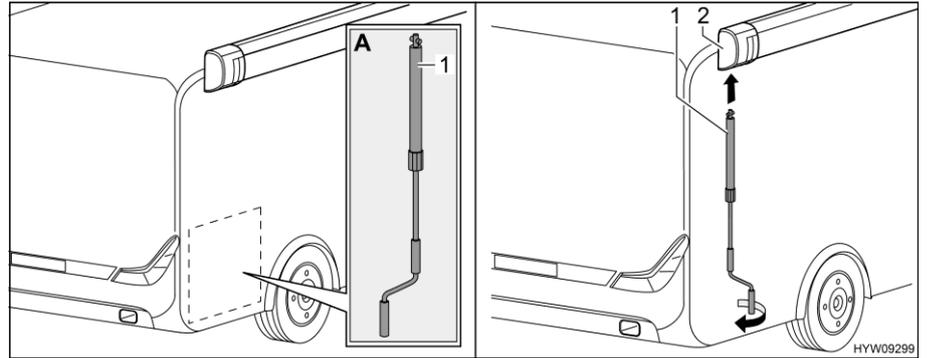

Fig. 32 Instalar la manivela
- Sacar la manivela (Fig. 32,1) del garaje trasero (Fig. 32,A).
- Encajar la manivela en el enganche de bayoneta (Fig. 32,2) del toldillo.